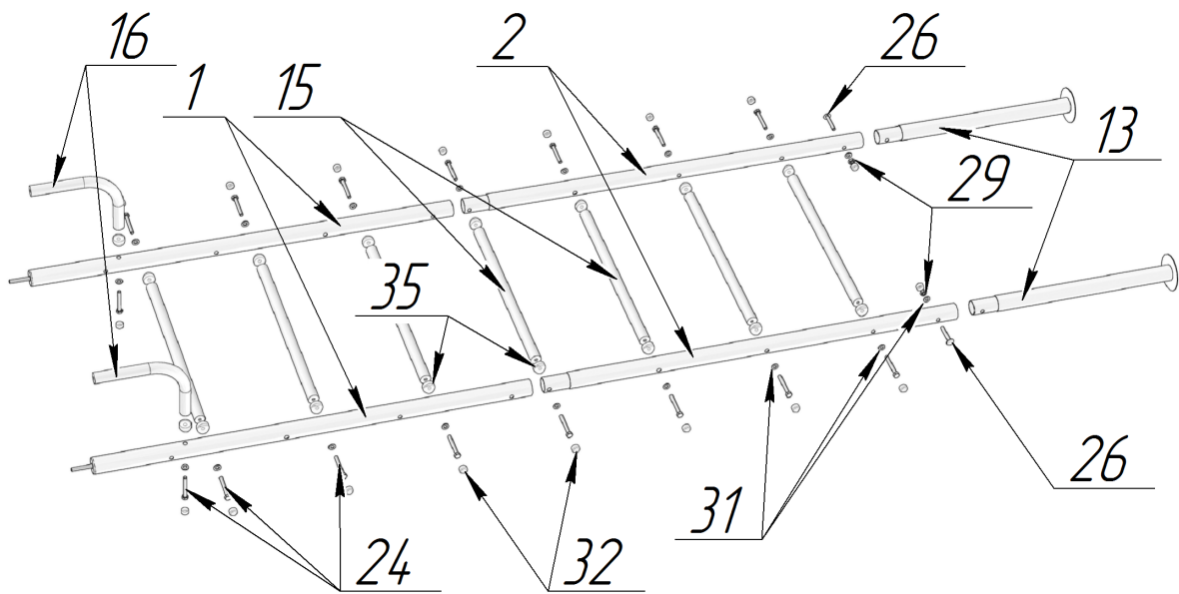

Рис.2
5.1. Сборка шведской лестницы представлена на рис.2.